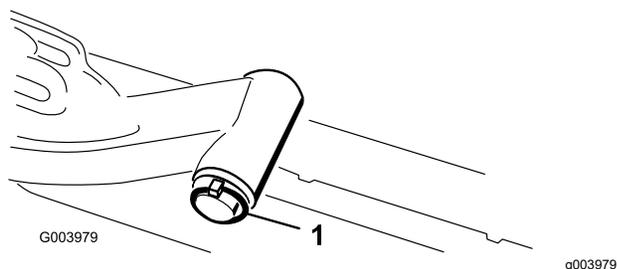

Рисунок 11
- A. Снимите шплинт и шайбу, которые крепят ось поворота подъемного рычага к подъемному рычагу, и снимите ось поворота с подъемного рычага (Рисунок 11).
- С. Вставьте ось поворота подъемного рычага в подъемный рычаг и зафиксируйте шайбой и шплинтом (Рисунок 11).